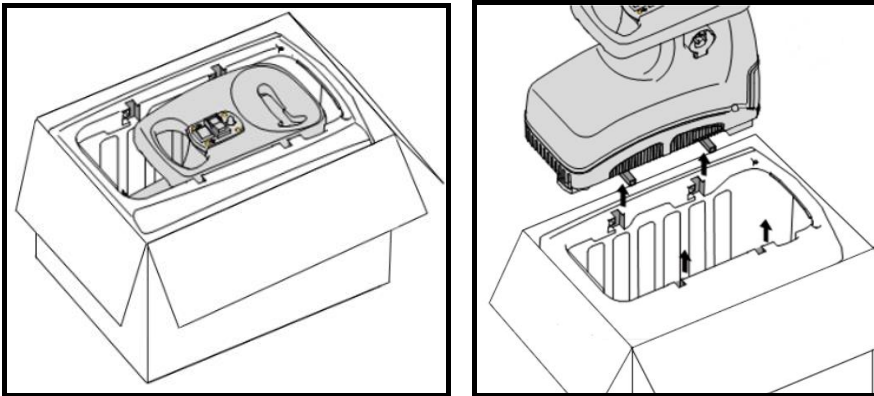

Fig.2
1. Retirez tous les accessoires du bac de ramassage puis retirez le moteur de l'emballage. Assurez-vous que les quatre supports saillants sur la partie inférieure de l'ensemble moteur s'insèrent dans les quatre encoches de la face supérieure du socle. (Fig. 2)